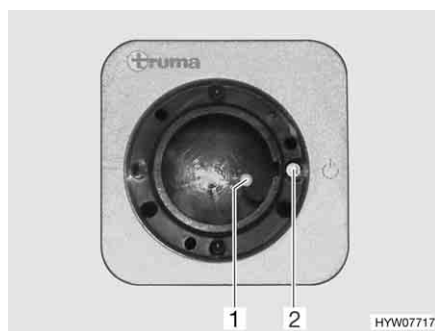
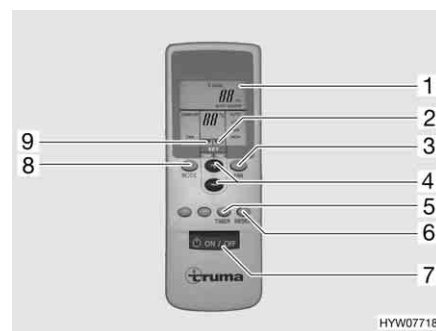

Fig. 154 Récepteur
Fig. 155 Télécommande
- Mettre en marche la télécommande à l'aide de l'interrupteur (Fig. 155,7). Le voyant de contrôle vert (Fig. 154,1) indique le mode de refroidissement.
- Régler le mode de fonctionnement souhaité à l'aide de la touche (Fig. 155,8).
- Régler si nécessaire la puissance de ventilation et la température de la pièce souhaitées à l'aide des touches (Fig. 155,3 et 4). La flèche (Fig. 155,9) indique le mode de réglage sélectionné.
- ▷ Sur le récepteur se trouve un interrupteur supplémentaire (Fig. 154,2) permettant de mettre en marche ou d'arrêter la climatisation sans télécommande. Lorsque la climatisation est mise en marche à l'aide de cet interrupteur, le mode de fonctionnement réglé sur la télécommande lors de la dernière utilisation est sélectionné automatiquement.
*Mise hors service :* ■ Pour éteindre la climatisation, appuyer à nouveau sur la touche (Fig. 155,7) de la télécommande.
- Pour effectuer la programmation, allumer la climatisation à l'aide de la touche (Fig. 155,7) de la télécommande.
- Régler le mode de fonctionnement et la température de la pièce souhaités à l'aide des touches (Fig. 155,8, 3 et 4).
- Sélectionner à l'aide de la touche (Fig. 155,5) la fonction souhaitée (Fig. 155,1) :
- Sélectionner le temps de retard souhaité (de 1 à 15 heures) à l'aide des touches (Fig. 155,4). La flèche (Fig. 155,2) clignote et indique le mode de réglage.
- ▷ En appuyant sur la touche (Fig. 155,6), les réglages de la télécommande sont à nouveau envoyés au récepteur.